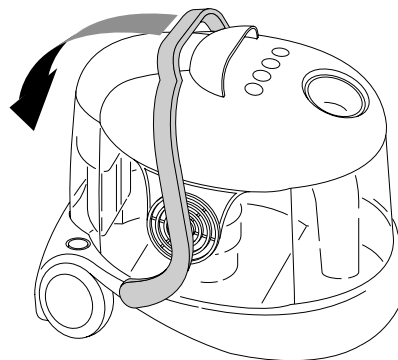

fig. 1
- Abaixar completamente a asa de fixação da cabeça do motor T (fig. 1).